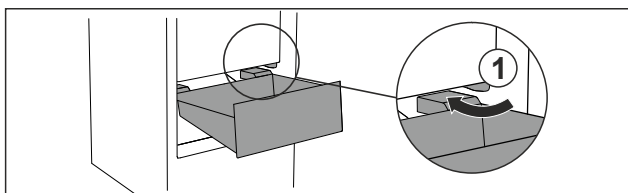

Fig. 137
- Zásuvku ved'te šikmo podél zářežek Fig. 137 (1).